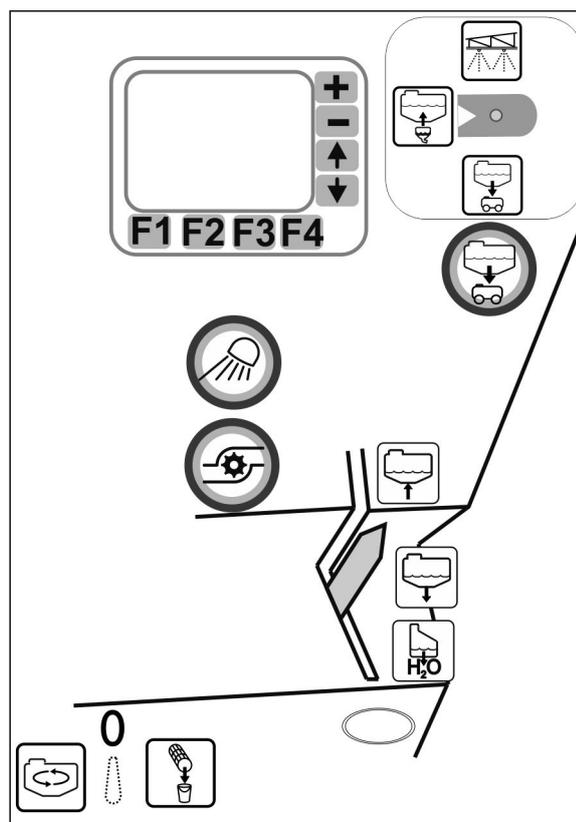

Fig. 143
2. Druckfilter (Fig. 143/1) entnehmen und mit Wasser reinigen.
5. Druckfilter (Fig. 143/1) entnehmen und mit Wasser reinigen.